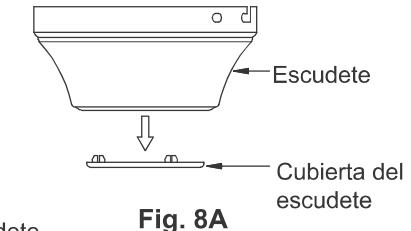

Fig. 8A
Paso 2. Retire la cubierta decorativa del escudete presionándola hacia afuera (**Fig. 8A**).